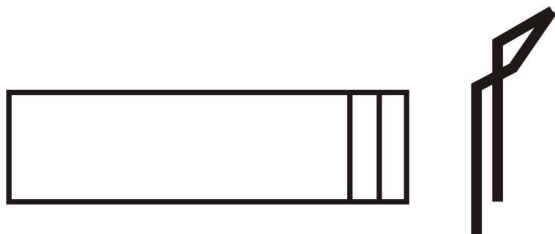

Рисунок 1.5.3. Схема расположения оси и колеса
1. Расположите ось датчика и колесо так, чтобы скоба фиксации на колесе и прорези в оси были параллельны (рисунок 1.5.3);